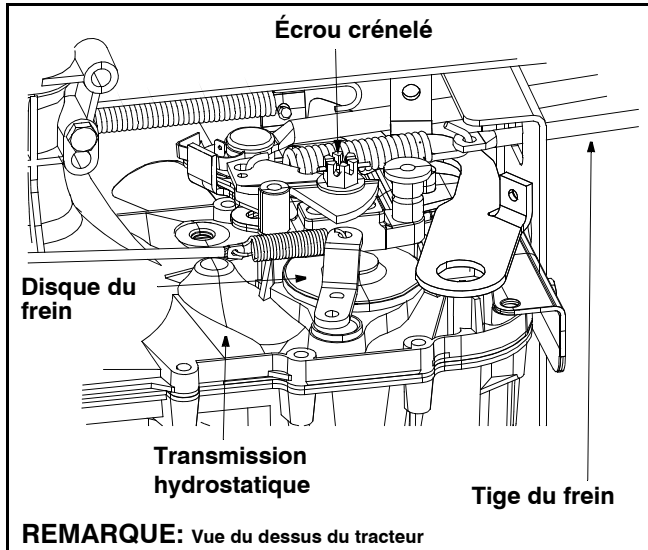

Figure 16
- Placez-vous sur la droite du tracteur et repérez le ressort de compression et le disque du frein sur la transmission. Voir la Figure 16.